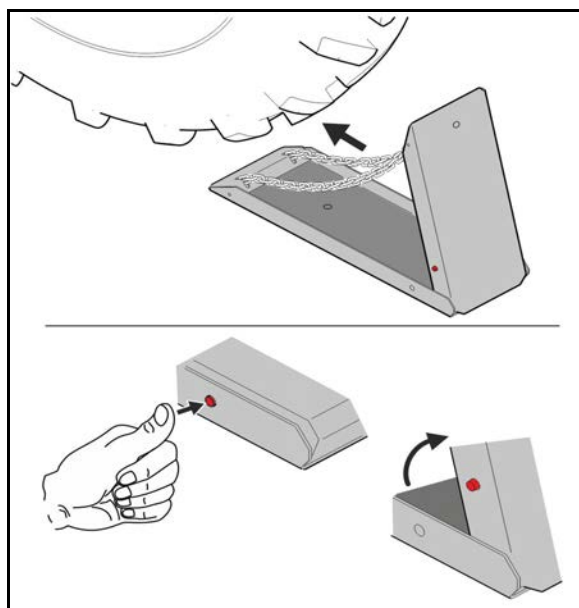

Fig. 28
- Trekkstang med øyebolt (Fig. 28/1) til kopling på traktorboltekopling.
- Trekkstang med trekkkulekopling (Fig. 28/2) til kopling på traktortrekkule.
- Koplingsstang med dreibar øyebolt (Fig. 28/3) til kopling på traktorkoplingskroken.